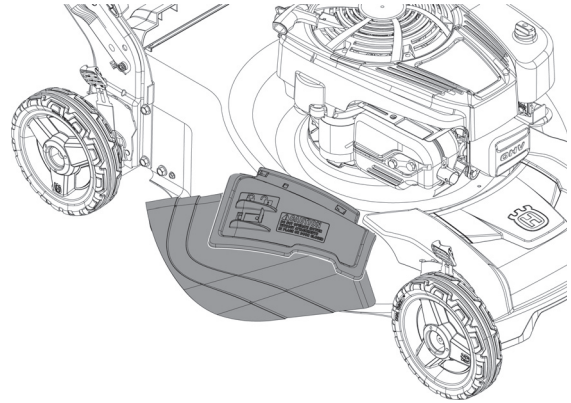

Figure 13
3. La tondeuse est maintenant prête pour le déchargement (Figure 13).